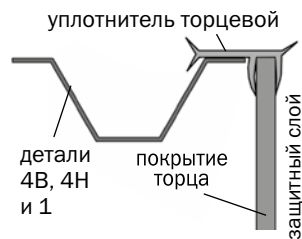

Рис.17
4. Подровняйте ножом покрытие по дугам **4н** и **4в**, а затем установите уплотнительный профиль в соответствии с **рис.17**.